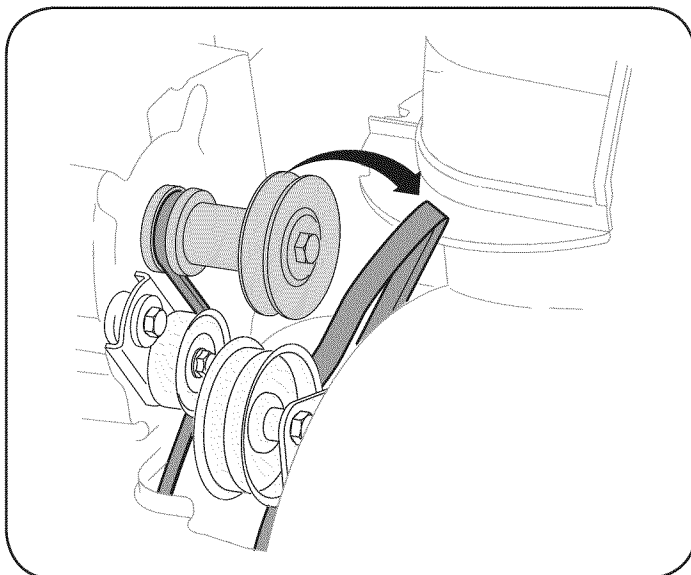

Figura 29
3. Saque la correa de la barrena de la polea del motor. Vea la Figura 29.